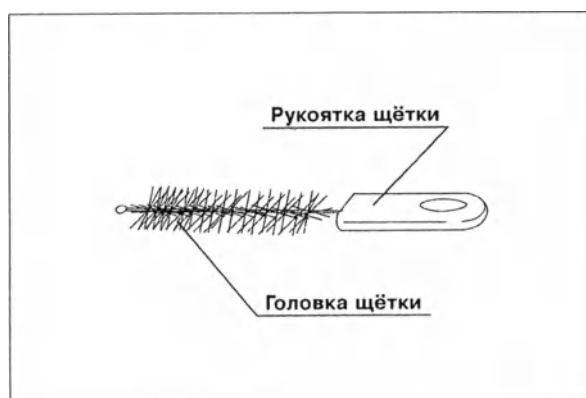

Рис. 7.3
Щётка для чистки входа в инструментальный канал используется для чистки входа в инструментальный канал (см. рис. 7.3).
1. Проверьте щётки на предмет ослабления или утраты щетины (см. рис. 7.3).